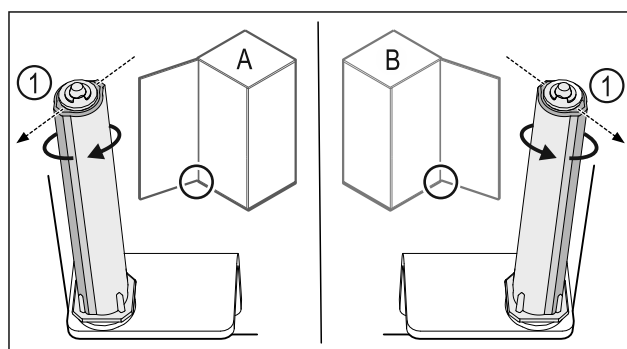

Fig. 50 Levo omejilo (A) / desno omejilo (B)
- ▶ Obrnite zaporni sistem proti uporu, dokler ni mostiček zapornega sistema Fig. 50 (1) obrnjen navzven.